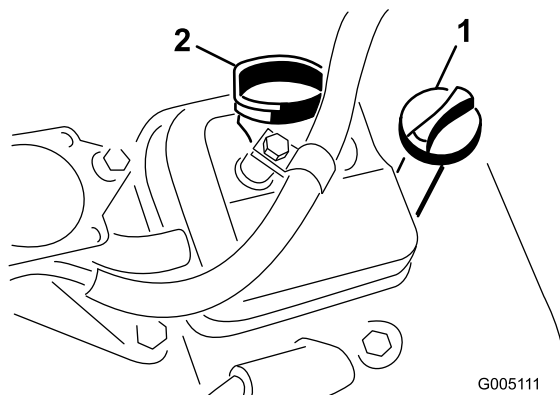

Figure 24
2. Retirez la jauge et essuyez-la sur un chiffon propre. Remettez la jauge dans le tube en l'enfonçant au maximum (Figure 24).